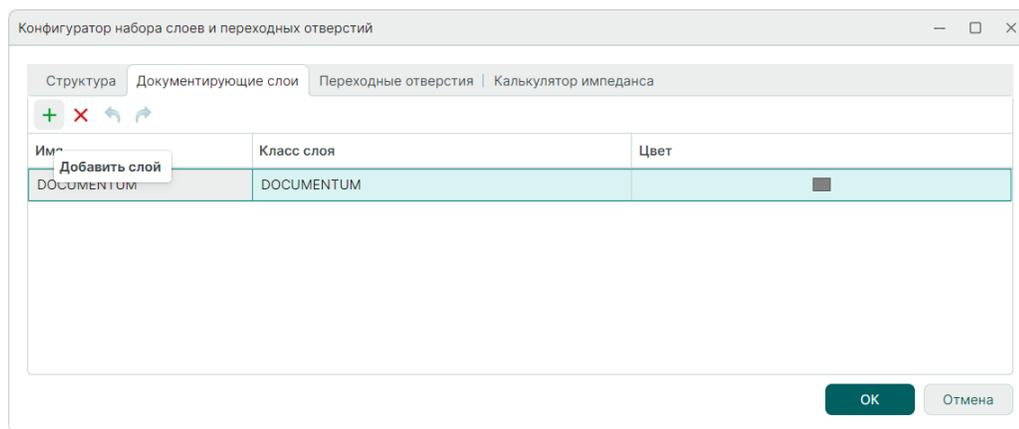

Рис. 28 Добавление документирующего слоя
2. Нажмите на символ **+** «Добавить слой», который расположен в верхней левой части окна редактора, см. Рис. 28.